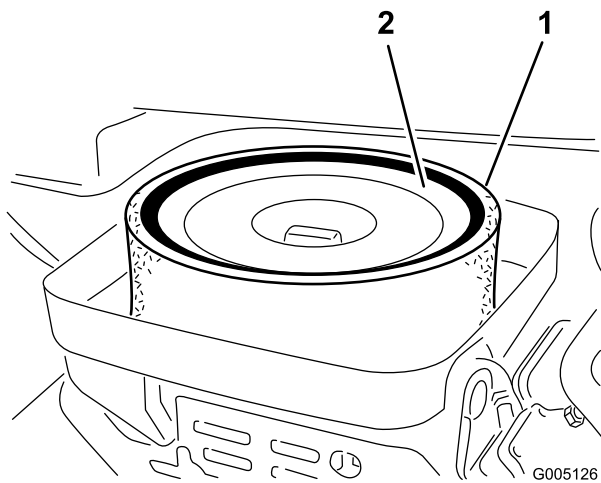

図 33
3. スポンジ（図 33）を点検し、汚れていればペーパー・エレメントから外す。以下の要領で丁寧に清掃してください：